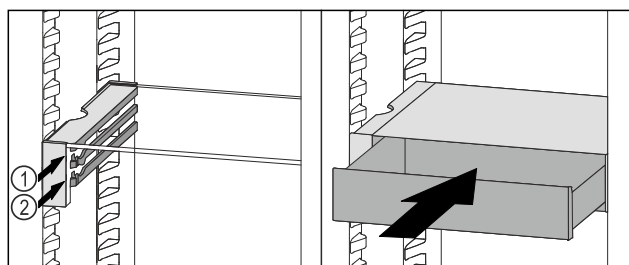

Fig. 114
- ▶ 将 VarioSafe 抽屉放置在所需肋梁 Fig. 114 (1) 或 Fig. 114 (2) 上的止动器后面。